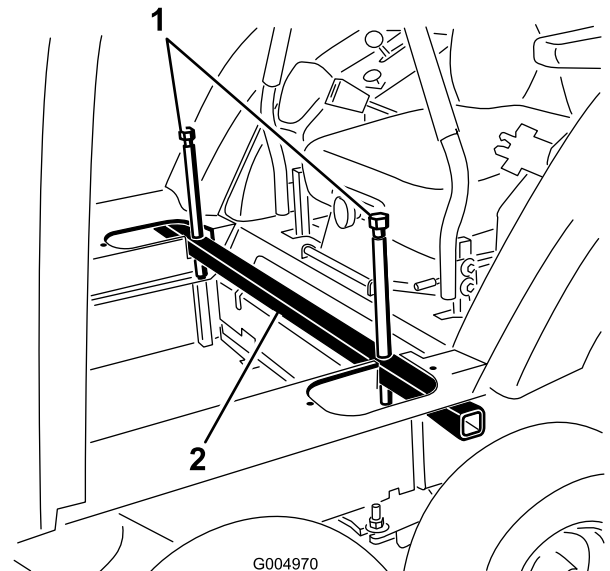

Figure 24
10. Abaissez la cabine en position en desserrant lentement les boulons de levage à chaque extrémité du tube de levage (Figure 24).